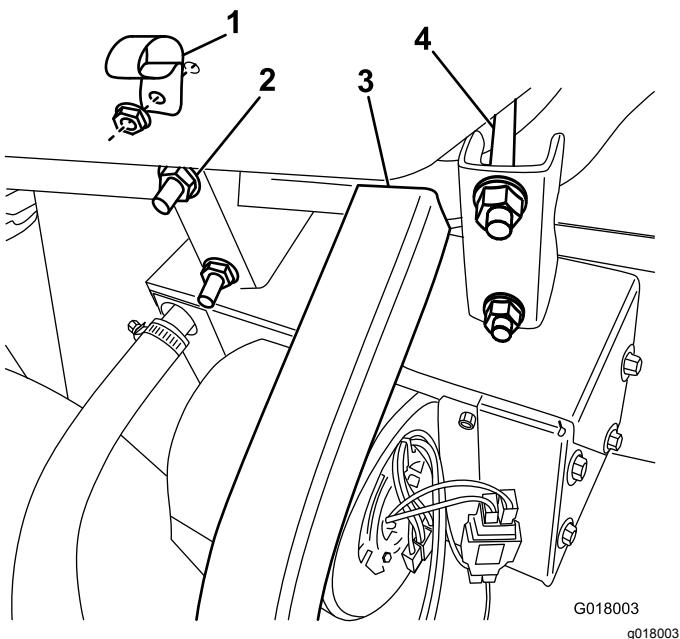

Рисунок 22
- Присоедините обогреватель в сборе с кронштейном к передней трубе рамы, плотно прижав к П-образной раме, используя прилагаемые U-образные болты и фланцевые гайки (Рисунок 22).
4. Прикрепите R-образный хомут к вещевому ящику с помощью болта с фланцем и гайки (Рисунок 22).